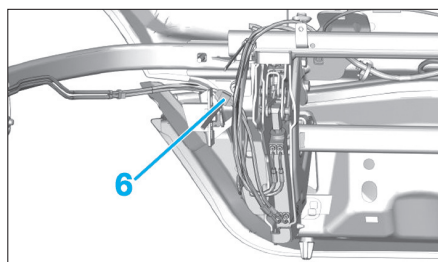

Fig. 117
- Débrider le lien (6) (Fig.117).